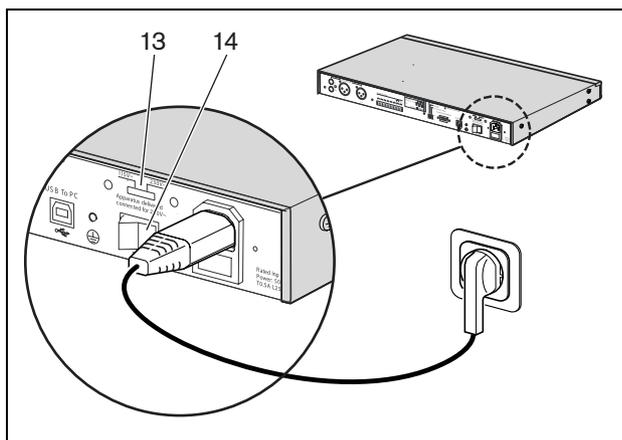

figura 4.1: Interruttore di alimentazione sul pannello posteriore
- 1 Verificare che il selettore di tensione (115 V/ 230 V) (13) sia correttamente impostato per la tensione dell'alimentazione erogata nel paese di utilizzo del dispositivo (vedere la figura 4.1).
- 2 Posizionare l'interruttore di alimentazione (14) sul retro del Timer su "I".
Posizionare l'interruttore di alimentazione (14) sul retro del Timer su "O" (vedere la figura 4.1).